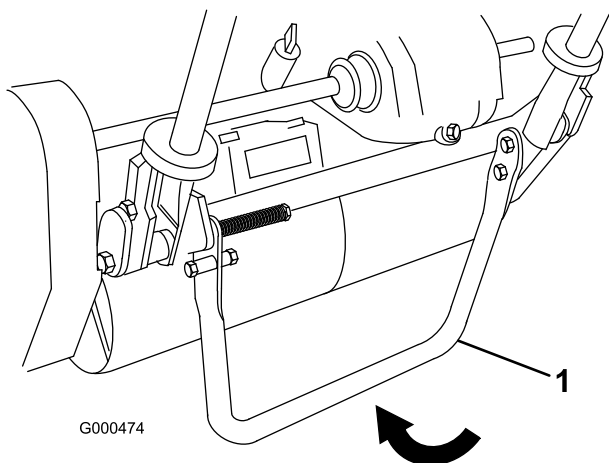

Figura 13
1. Baje el soporte con el pie, y tire hacia arriba del manillar hasta que el soporte haya girado hacia delante, pasando el centro del arco (Figura 13).